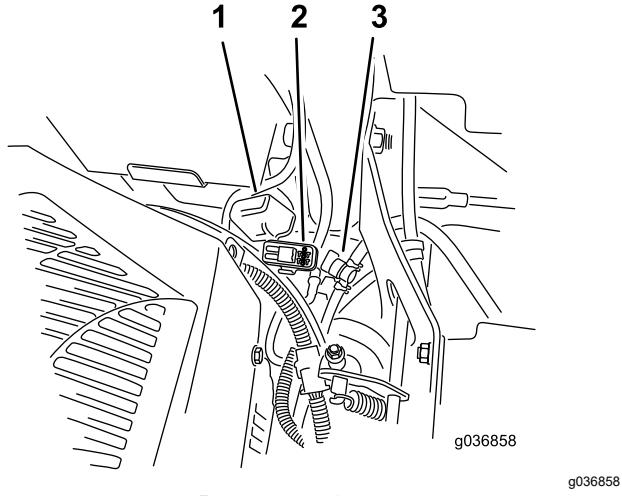

Рисунок 53
Примітка: У випадку пристрію "MyRide" переконайтесь, що кабель заземлення не не перетирається об кронштейн або об амортизатори косарки (Рисунок 53).
Запобіжники розміщені на правій консолі поруч з сидінням (Рисунок 53).
- Встановіть новий запобіжник (Рисунок 53).